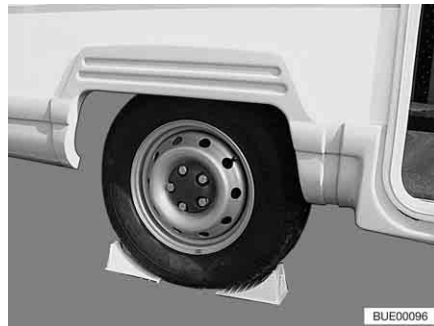

Bild 238 Fahrzeug sichern
- Unterlegkeile oder ähnliche geeignete Gegenstände am gegenüberliegenden Rad unterlegen, um das Fahrzeug zu sichern (Bild 238).